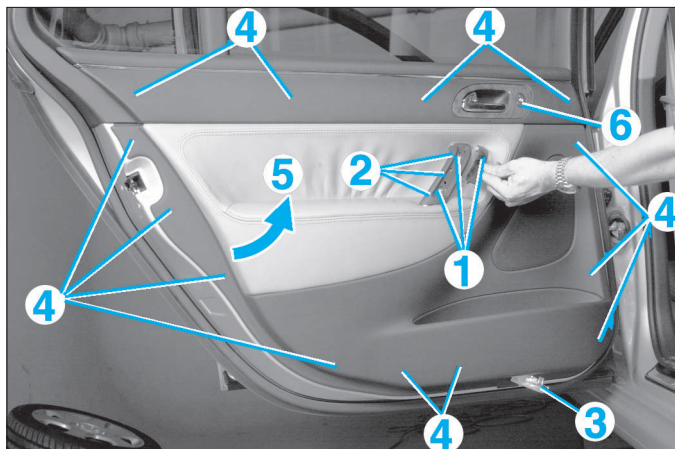

FIG. 34
- Déclipper l'enjoliveur de poignée et déposer les 3 vis (1) (Fig.34).
- Retirer le rembourrage (2) de poignée et déposer les 2 vis de fixation.
- Dégager l'éclairage en bas de garniture (3) à l'aide d'un tournevis plat et le déconnecter.
- Dégrafer la garniture (13 clips (4)).
- Soulever la garniture (5) pour la dégager de la commande d'ouverture intérieure et tirer vers soi pour la retirer du lécheur de vitre intérieur.
- Débrancher le connecteur (6) de lève-vitre.